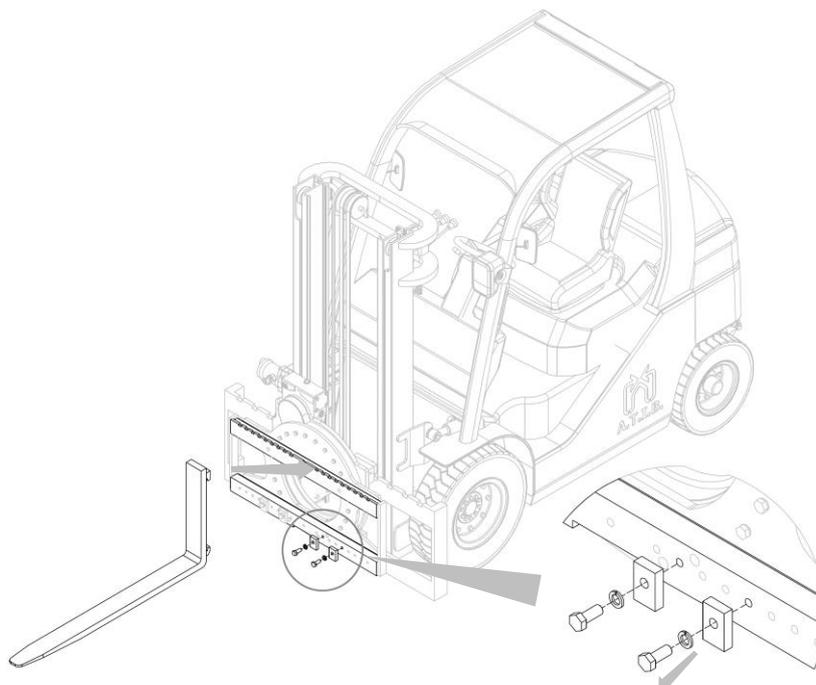

Figura 13
1. Aplique las horquillas después de desenroscar los toques de las horquillas (mira *Figura 13*); según el ancho de las horquillas, utilice los agujeros más adecuados.